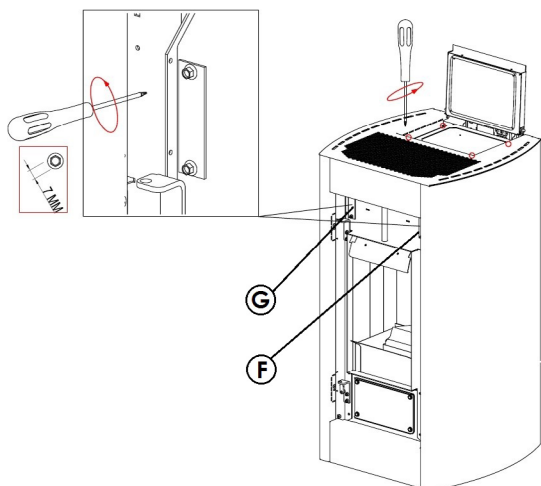

Fig. 66 - Verwijdering van de platen
- Als de kachel koud is, de deur openen en de plaat "F" verwijderen door de twee schroeven te verwijderen (zie **Fig. 66 op pag. 37**).